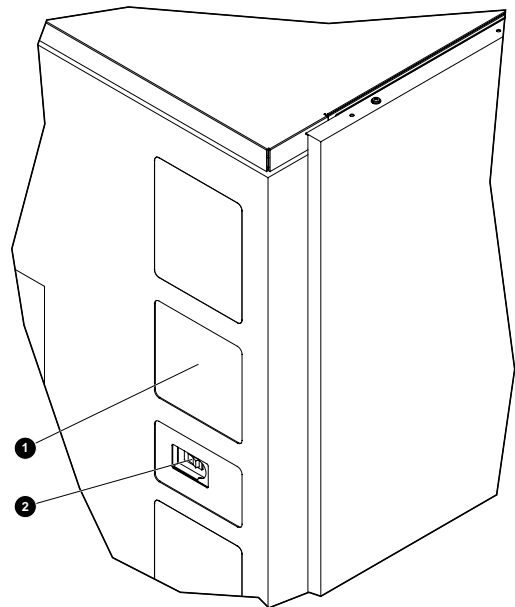

図1: On/Offスイッチ
6. ライブラリの前面にあるオン/オフ スイッチをカバーしているスライド パネルを確認します (図1を参照)。
3. ライブラリの前面にあるオン/オフ スイッチをカバーしているスライド パネルを開きます（図1を参照）。